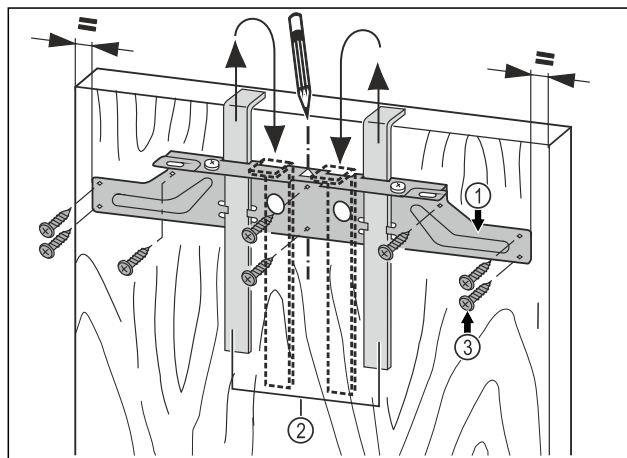

Fig. 15
- Upevňovací příčník Fig. 15 (1) zavěste pomocí montážních pomůcek Fig. 15 (2) na vnitřní stranu nábytkových dvířek.
- Upevňovací příčník Fig. 15 (1) vyrovnejte středově vůči dvířkům.
- Upevňovací příčník Fig. 15 (1) přišroubujte minimálně 6 šrouby Fig. 15 (3).
- Upevňovací příčník Fig. 15 (1) přišroubujte 4 šrouby Fig. 15 (3) na okraji.
- Montážní pomůcky Fig. 15 (2) vytáhněte směrem nahoru a zasuňte je obráceně do sousedních upínacích otvorů.